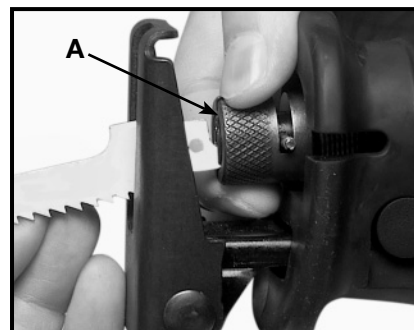

Fig. 7
3. Pour ouvrir le serre-lame : faites tourner et tenez le collier de dégagement de lame (A) Fig. 7, en sens anti-horaire (comme vu depuis le devant de la scie).